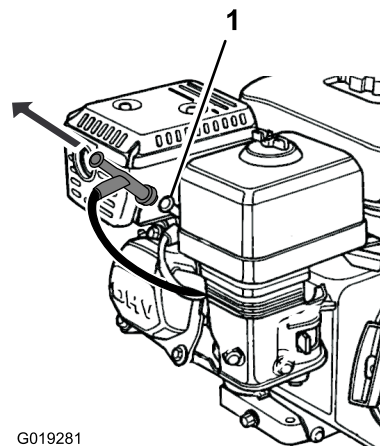

Figura 24
5. Retire el cable de la bujía (Figura 24).
- Conecte el cable de la bujía (Figura 24).